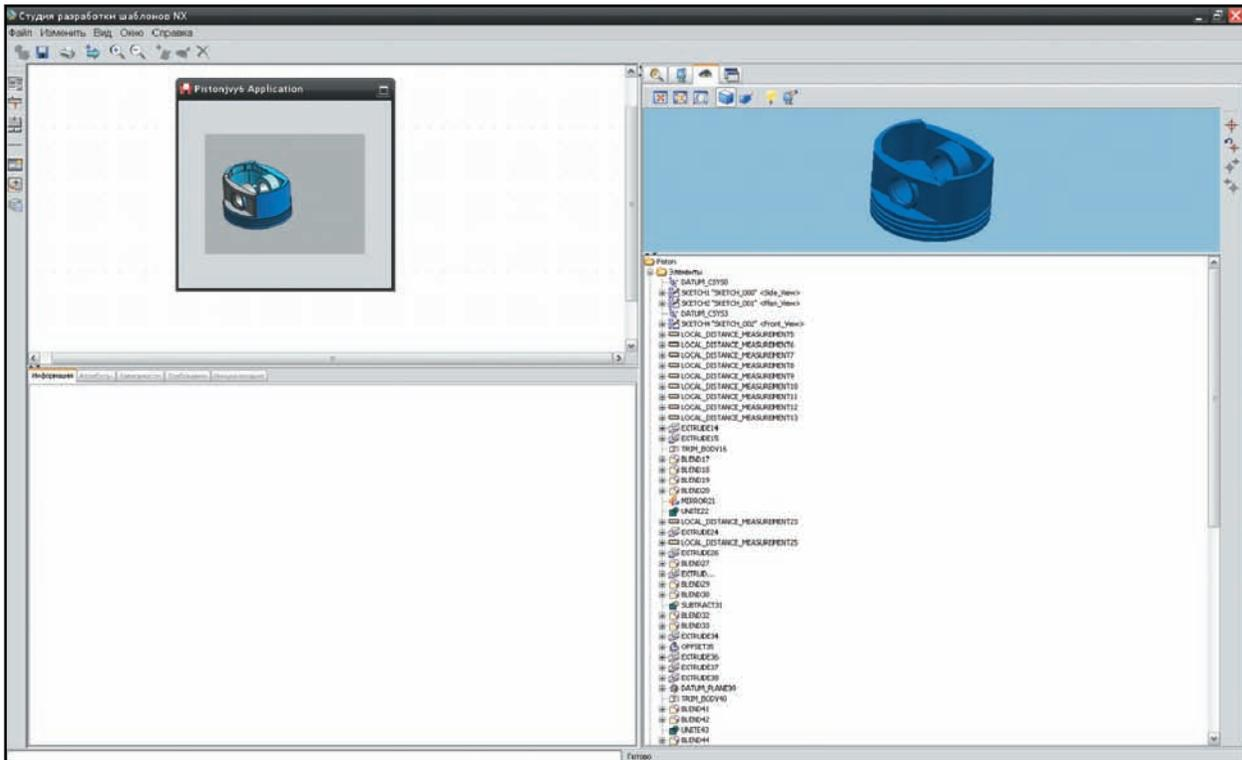

Рисунок 10.3 Модель поршня в PTS
- После того как модель будет загружена (рис. 10.3), перейдите в режим редактирования